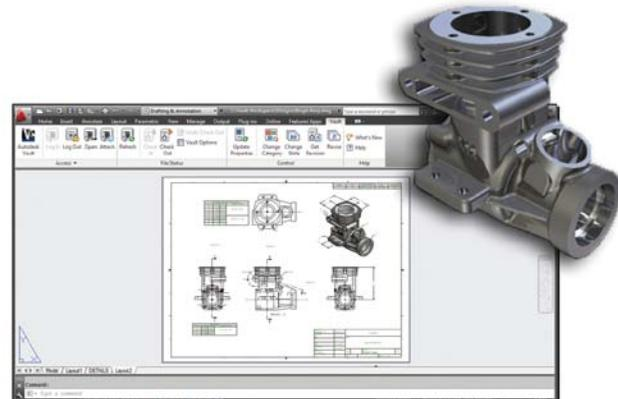

Рис. 7. Использование модели Inventor, хранящейся в Vault, для оформления чертежа в AutoCAD
9. Автоматизация согласования и изменения проектной документации. Использование предварительно настроенного процесса согласования и утверждения, а также управления изменениями, позволяет внедрить Vault в реальную работу предприятия практически сразу после поставки. В него интегрирована технология «красный карандаш», предназначенная для сохранения замечаний и обмена ими в электронном виде прямо в чертеже или на 3D-модели. Автоматические уведомления по электронной почте позволяют контролировать процесс изменений данных. Также Vault предоставляет очень гибкие возможности настройки участников рабочих потоков в зависимости от их роли в процессе разработки. Таким образом, Vault помогает внедрить электронно-ориентированный подход при работе с проектной документацией. Такой подход позволяет серьезно снизить трудозатраты на операциях согласования и утверждения документации, особенно в территориально распределенной среде разработки (Рис. 7).